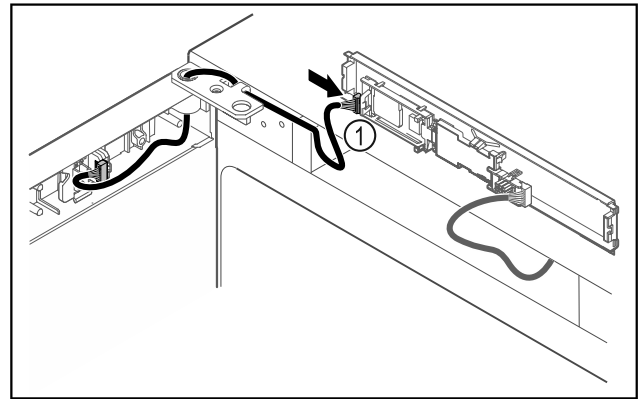

Fig. 43
- Collegare il connettore Fig. 43 (1) sulla scheda.